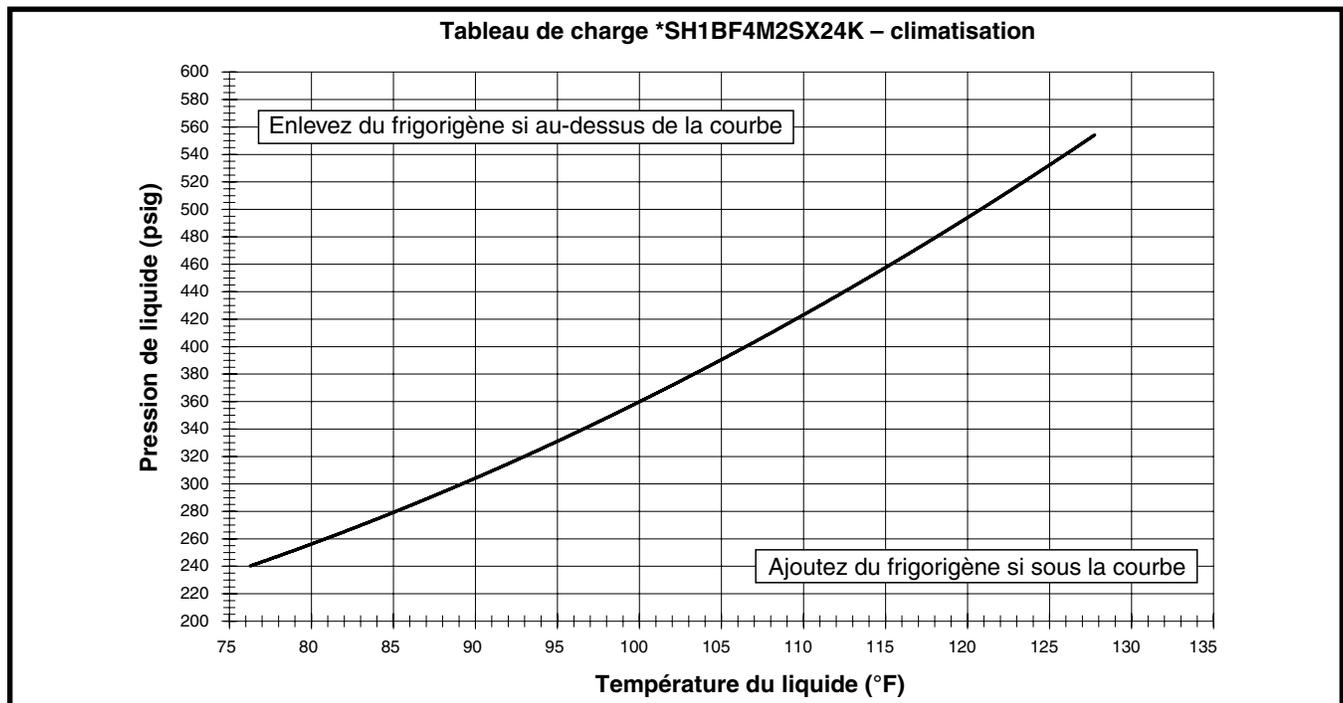
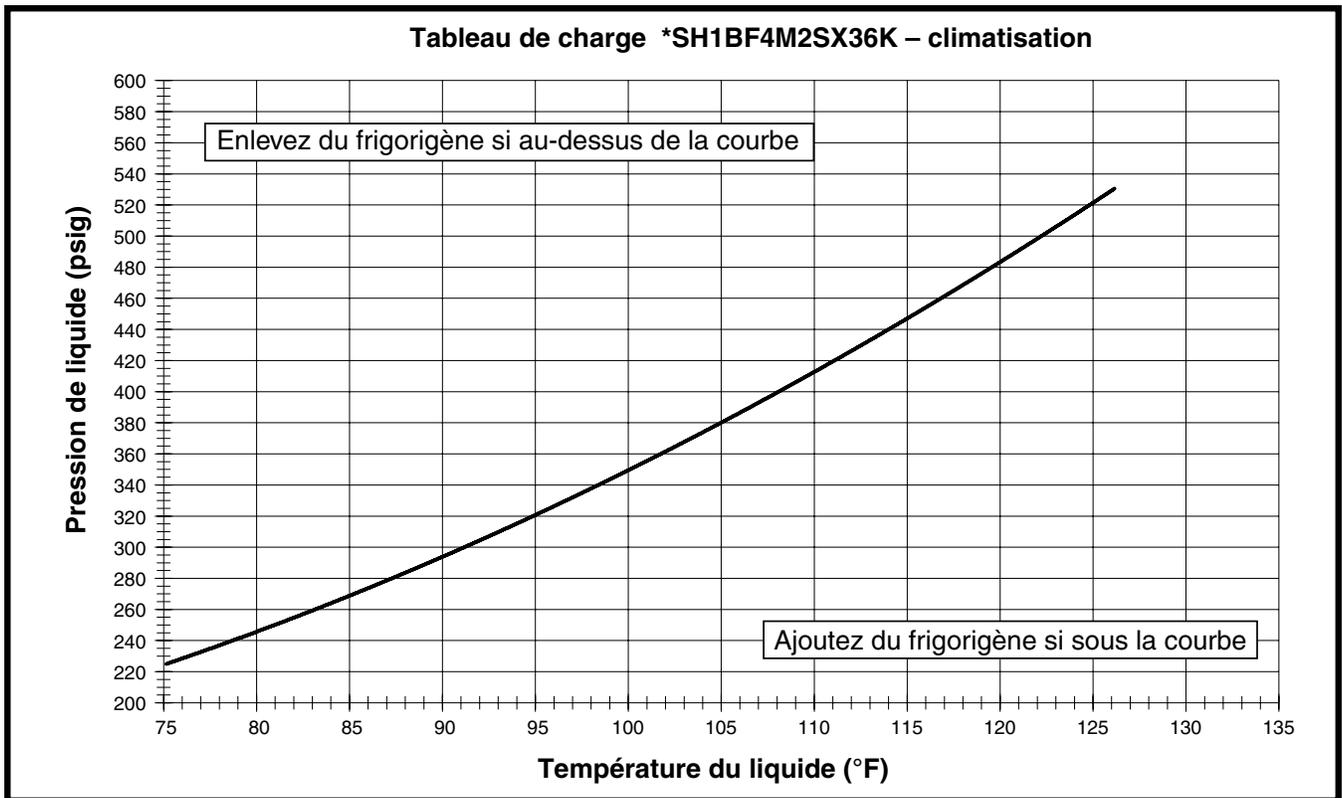
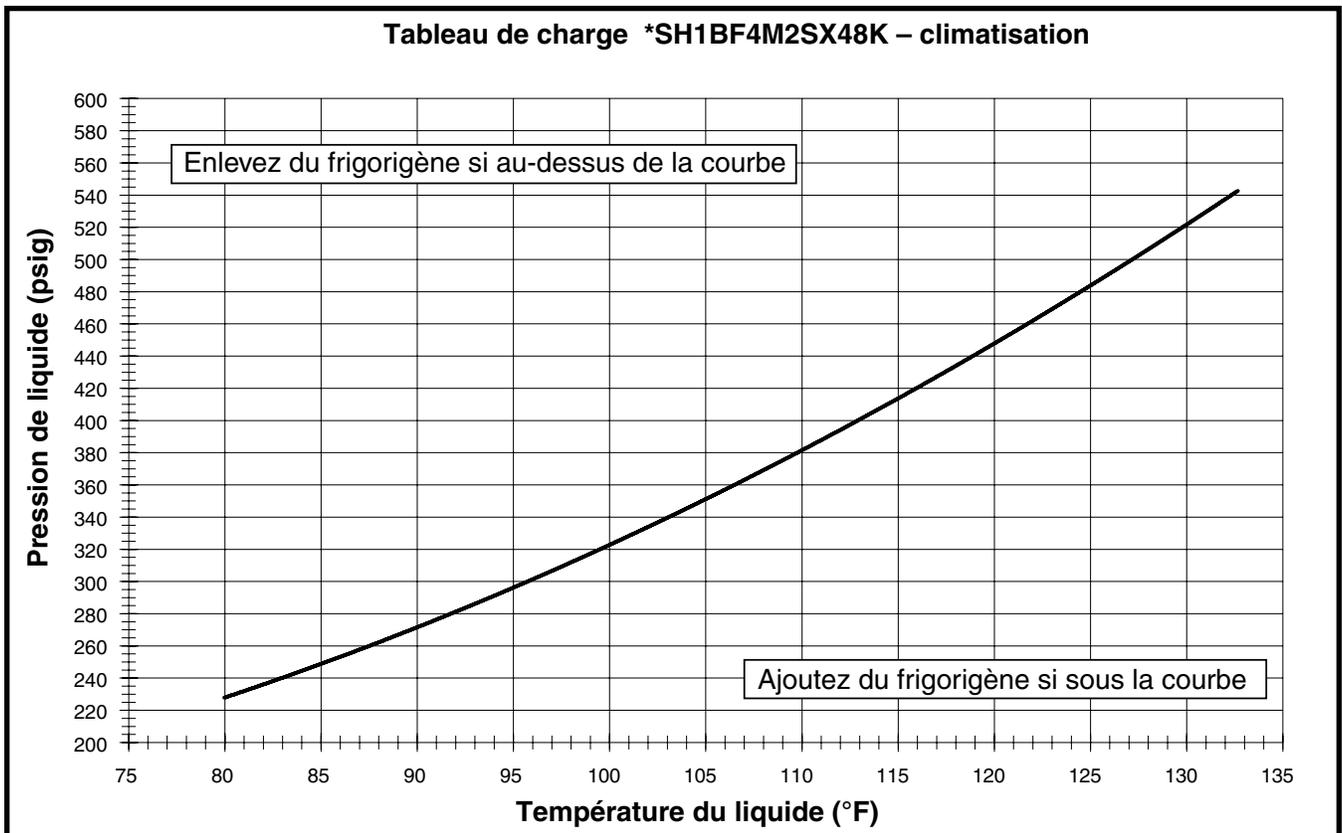
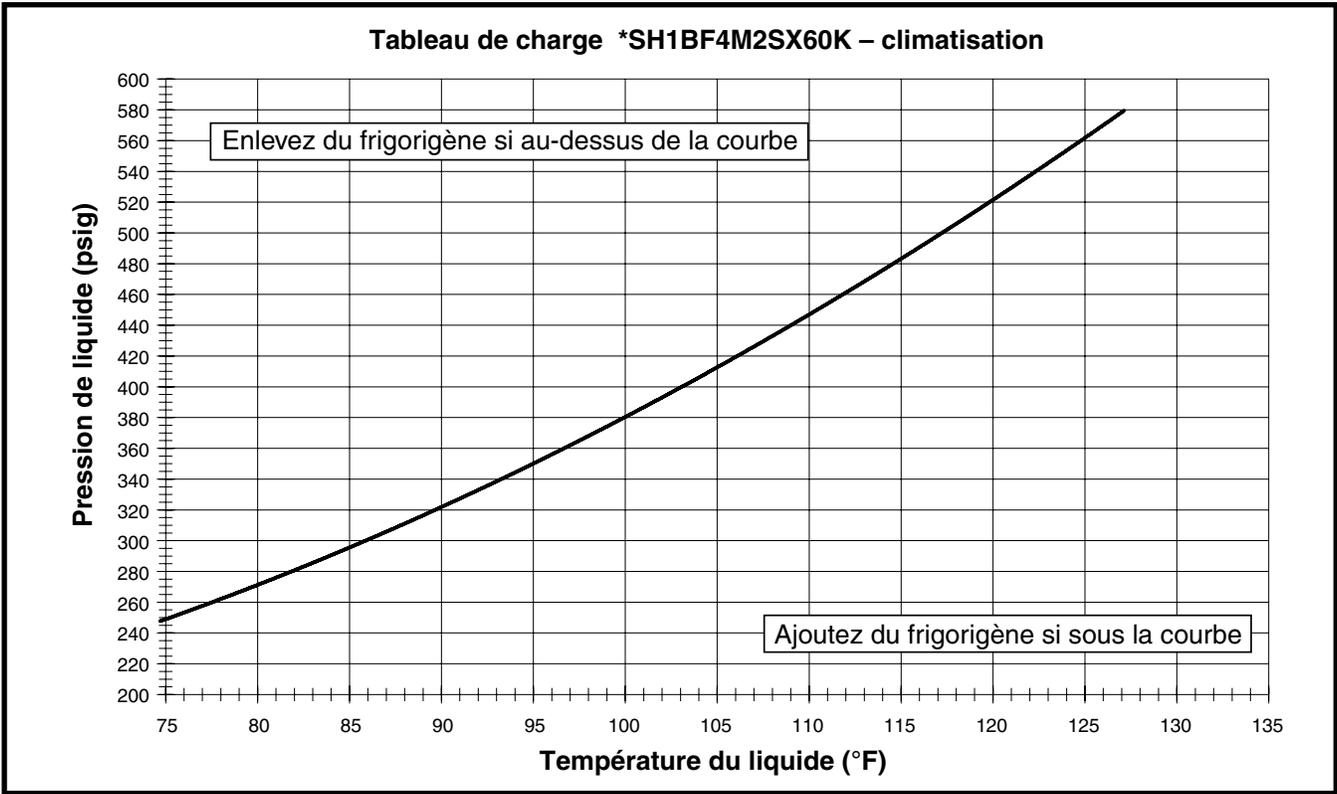

Figure 6. Tableau de charge pour les appareils de 2 tonnes
Figure 7. Tableau de charge pour les appareils de 3 tonnes
Figure 8. Tableau de charge pour les appareils de 4 tonnes
Figure 9. Tableau de charge pour les appareils de 5 tonnes
3. Déterminez la pression de frigorigène liquide requise. Consultez les Figure 6, \(page 10\), Figure 7, \(page 11\), Figure 8, \(page 11\) et Figure 9, \(page 12\).
- Les tableaux de charge en mode climatisation s'appliquent seulement aux configurations correspondantes de cet appareil et aux débits d'air stipulés pour le serpentin intérieur. Les combinaisons de serpentins intérieurs et d'appareils extérieurs non homologués AHRI ne sont pas recommandées et toute déviation des débits d'air donnés ou toute combinaison d'appareils non stipulée peut requérir une modification des dispositifs d'expansion et des procédures de charge de frigorigène pour assurer le fonctionnement correct et efficace du système. Consultez les Figure 6, (page 10), Figure 7, (page 11), Figure 8, (page 11) et Figure 9, (page 12) pour la charge correcte du système.
- Comme vous pouvez le voir dans les Figure 6, Figure 7, Figure 8 et Figure 9, le refroidissement secondaire idéal pour le système peut varier selon les conditions d'utilisation. Consultez toujours les tableaux pour déterminer la quantité idéale de refroidissement secondaire pour une pression de liquide donnée. Les appareils chargés suivant d'autres paramètres ne fonctionneront pas à leur efficacité nominale (EER) ou leur coefficient de performance (COP) en mode chauffage.